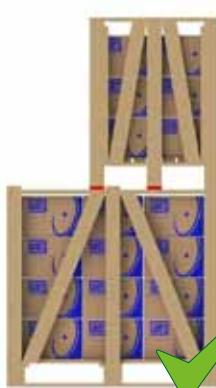
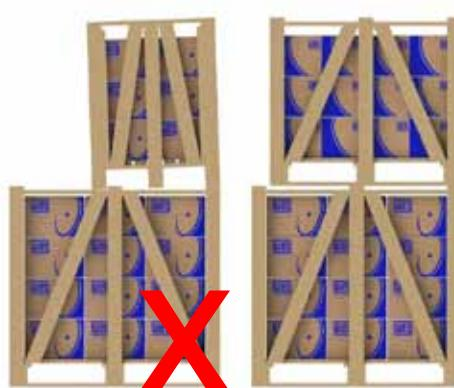

Figura 5.3 - Apilamiento adecuado.
Figura 5.4 - Apilamiento inadecuado.
- 3) Las patas de los embalajes superiores deben estar apoyadas sobre calces de madera (Figura 5.3) no sobre cintas de acero ni pueden permanecer sin apoyo (Figura 5.4).